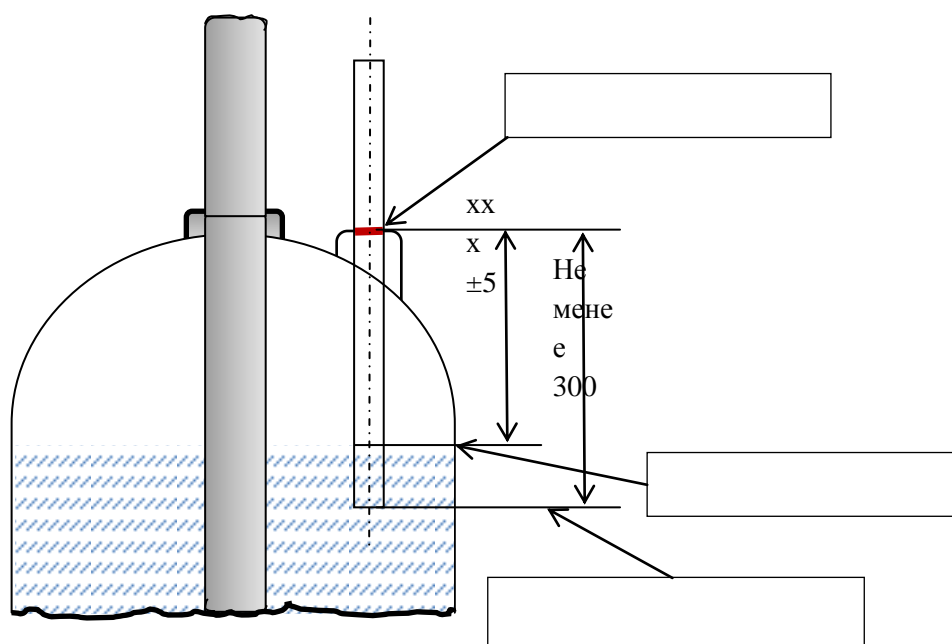

Рис. 2 Схема замера уровня ОТВ
6.3.4. Замерить уровень воды в корпусе, для чего в бобышку на корпусе, в которой установлен предохранительный клапан (поз. 4), поместить мерную щуп-рейку. В качестве щупа использовать стержень (пруток) диаметром не более 10 мм, с нанесённой рискуй (см. Рис.2). Расстояние от риски до конца стержня погружаемого в корпус МУПТВ не менее 300 мм. Совместить риску на стержне с краем бобышки. Замерить длину сухого участка щупа до риски. Результат занести в таблицу В1 приложения В.